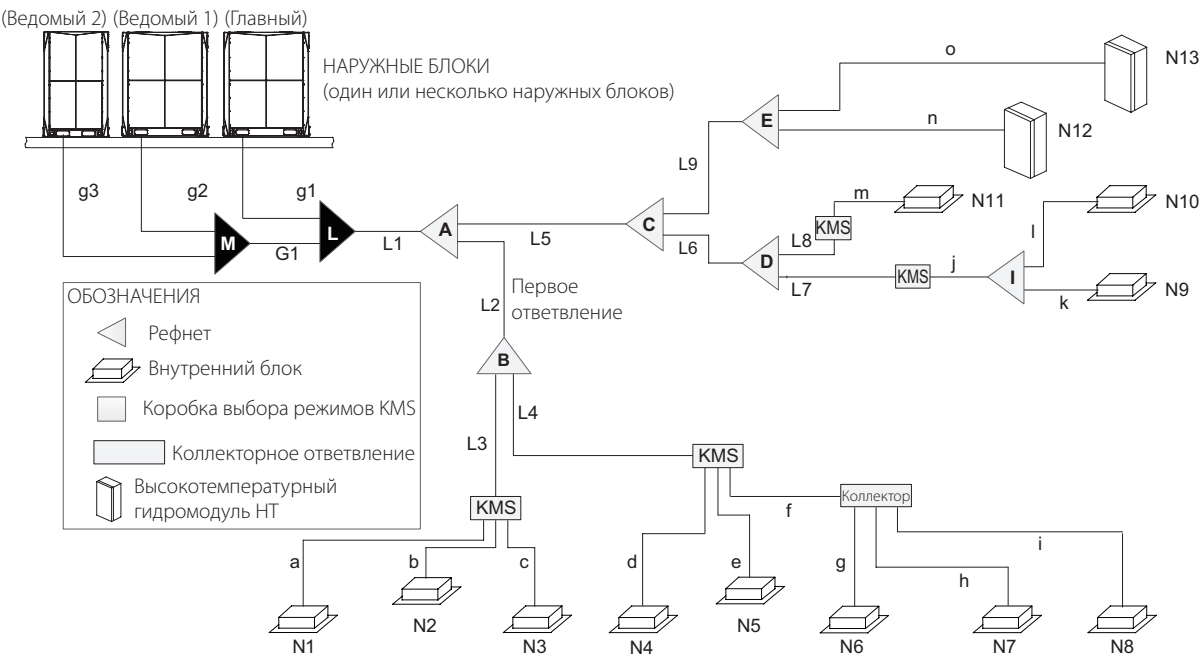

Рис. 4-1
- ❖ Один или несколько гидромодулей НТ могут быть присоединены в системе с первым рефнетом или расположенными после него рефнетами, однако гидромодули нельзя присоединять после коробки KMS или коллекторными ответвлениями, как показано на рис. 4-1.